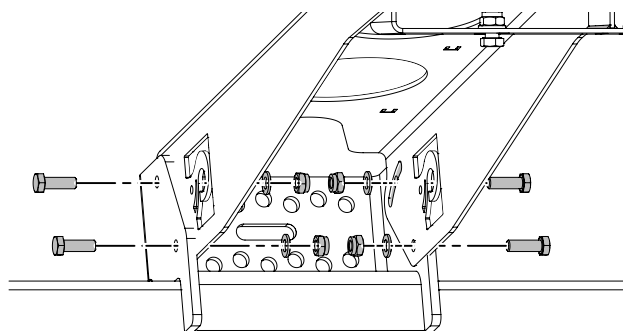

Bild 45. Montering med fäste på bakgavellyft
1. Montera fästets arm på bakgavellyftens chassi-infästning, se Bild 45.